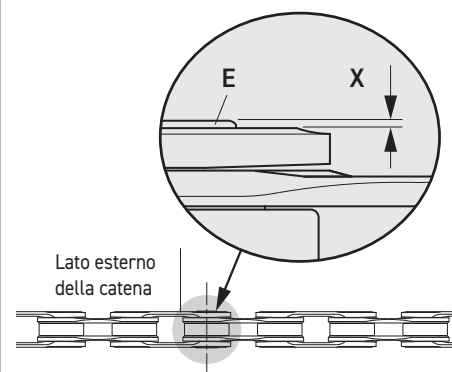

Fig.22
- La leggera sporgenza (X) (verso il lato esterno della catena) del piolino (E) dalla maglia (Fig. 22) è del tutto normale e non ostacola il normale scorrimento della catena.